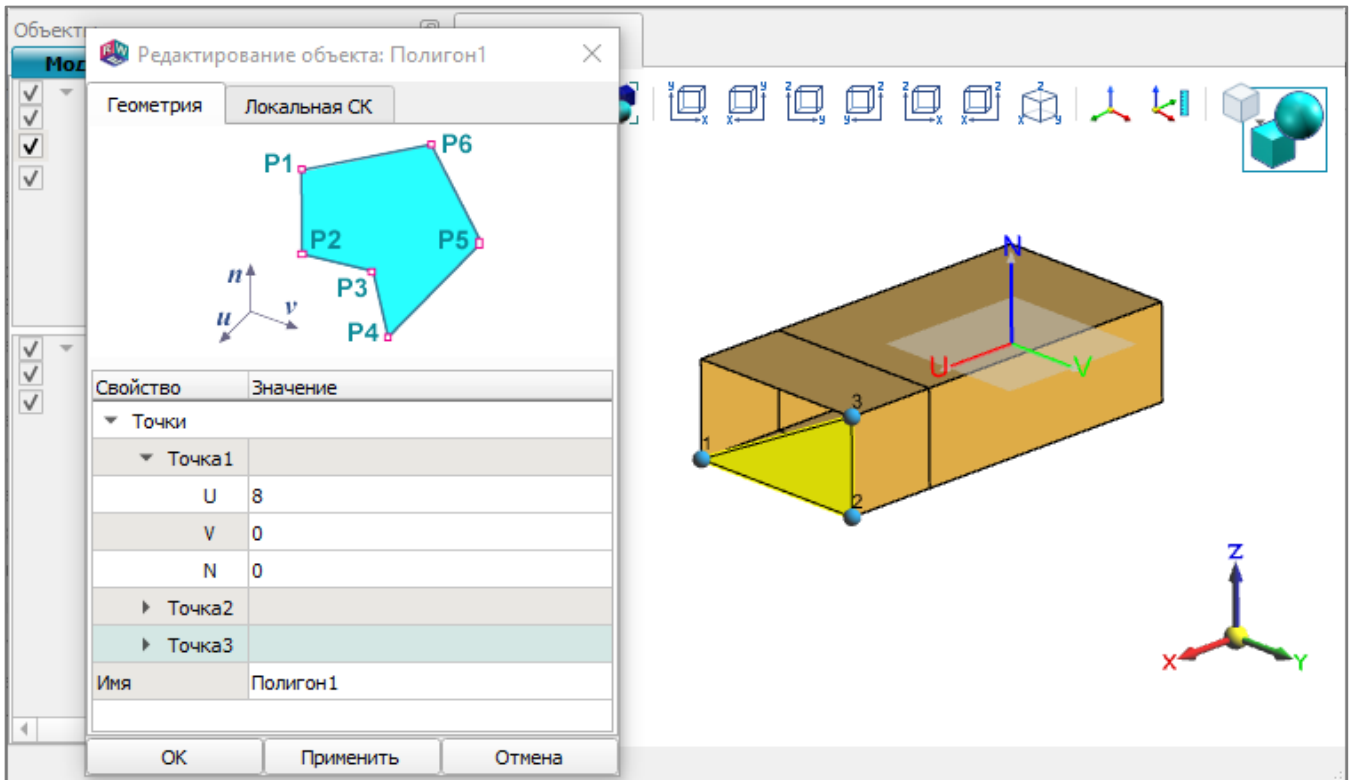

Рис. 45
3) для замыкания созданного тела добавить в геометрию полигон и интерактивно отредактировать его координаты таким образом, чтобы совместить точки полигона с точками привязки недостающей грани тела (рис. 45);